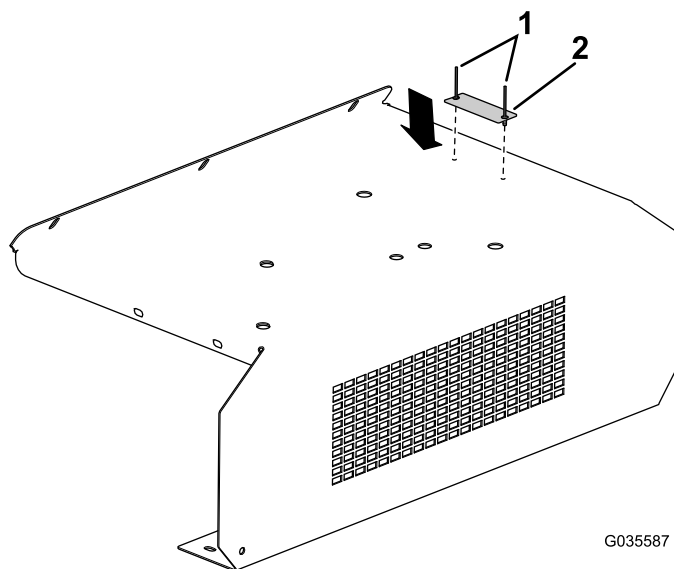

Figura 7
2. Retire os parafusos e as porcas que fixam a proteção de lavagem à máquina (Figura 7).